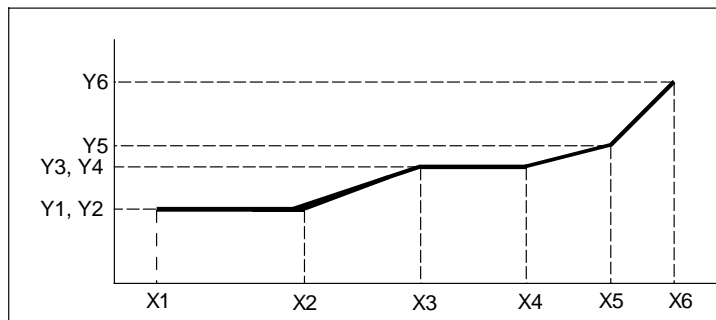
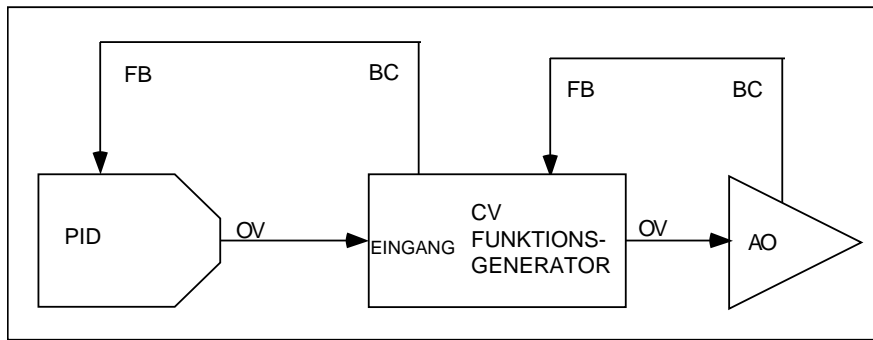
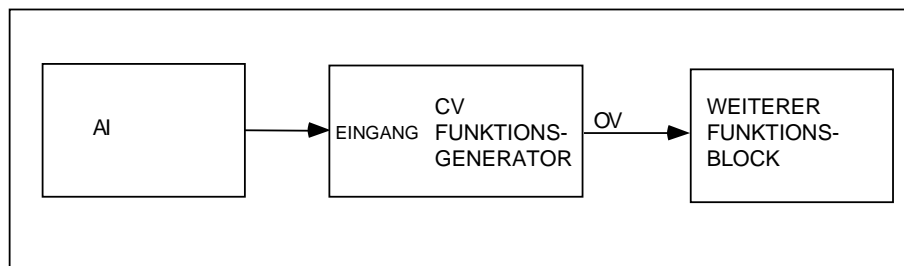

Abbildung 4-8 Funktionsgenerator-Kurve
Abbildung 4-9 Funktionsgenerator-Konfiguration für die Ventildarstellung
Abbildung 4-10 Funktionsgenerator-Konfiguration für die Eingangssignal-Darstellung
Diese Art des CV (Berechneter Wert) kann für die Charakterisierung eines Ventils (Abbildung 4-9) oder eines Eingangssignals (Abbildung 4-10) verwendet werden. Geben Sie eine einfache Kurve mit bis zu 19 Segmenten ein (20 X, Y Koordinaten). Die Eingabe wird mit den X-Werten verglichen, und ihr entsprechender Y-Wert wird zum CVn OV Ausgang. Die Interpolation zwischen den Koordinaten verläuft geradlinig. Siehe Abbildung 4-8.
| RUECKFUEHRUNG | AUS, analoger Parameter, Zahl | Für die Charakterisierung eines Ventils wählen Sie AO# BC, um den Berechneten Wert für Ausgang A1/A2 (BC) eines abwärts liegenden Analogausgangs zu verbreiten. Programmieren Sie außerdem die Rückführung des aufwärts liegenden Regelkreises mit dem CV Berechneten Wert für Ausgang A1/A2 (CV# BC). Siehe Abbildung 4-9. Achtung: Wird die Rückführung auf einen Analogparameter oder eine Zahl programmiert, müssen die X- und Y-Werte eine Kurve definieren, die weder glockenförmig noch komplex ist. D. h. alle Y-Werte müssen steigend oder fallend sein. |